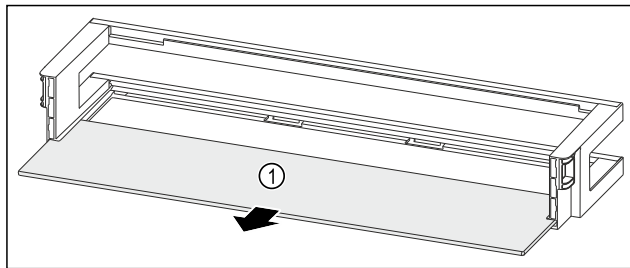

Fig. 87 Raft montat pe ușă cu raft
- ▶ Extrageți raftul Fig. 87 (1).